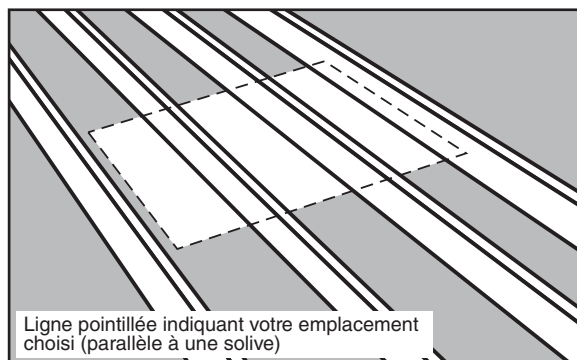

FIGURE 8
(B) Si l'emplacement choisi est perpendiculaire aux solives, marquez la largeur de l'ouverture brute sur le dessus des solives (Voyez la Figure 8). Ne coupez pas de solive à cette marque.